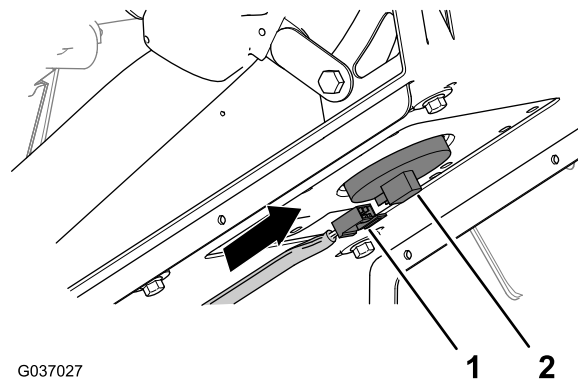

図 64
5. 機体シャーシ用ハーネスのコネクタを座席スイッチのコネクタに接続する図 64。